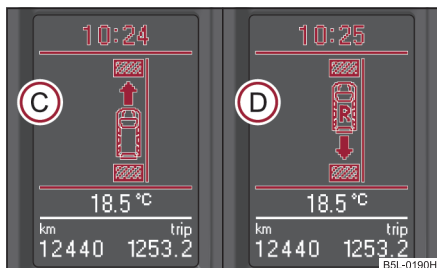

Fig. 153 Pantalla informativa: Indicación para el acoplamiento de la marcha hacia adelante (C) o de la marcha atrás (D)
- En caso de que no se pueda aparcar rápidamente, realice el aparcamiento siguiendo más pasos. Si en la pantalla informativa* la flecha parpadea hacia adelante ⇒ página 136, fig. 153 (C), coloque la marcha hacia adelante.
- Si en la pantalla informativa* la flecha parpadea hacia atrás ⇒ página 136, fig. 153 (D), coloque la marcha atrás y conduzca con cuidado hacia atrás. Estos pasos pueden repetirse más veces.